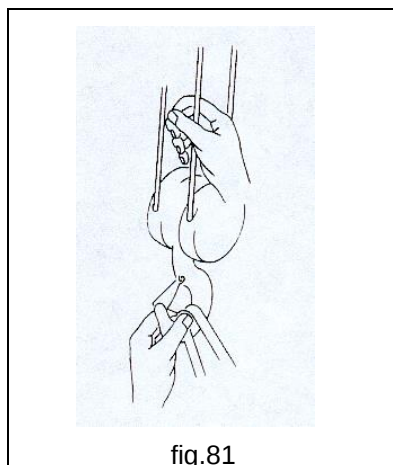

fig.81
- **MAI** mettere le mani nelle pulegge in rotazione, sulle funi o catene in movimento, sulle imbracature in fase di "tensionamento" nelle zone di contatto con il carico e tra gancio e imbracatura (fig.81).